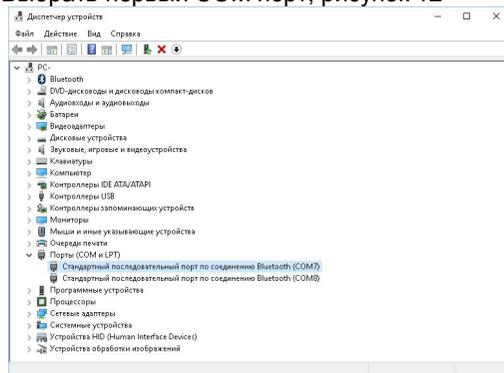
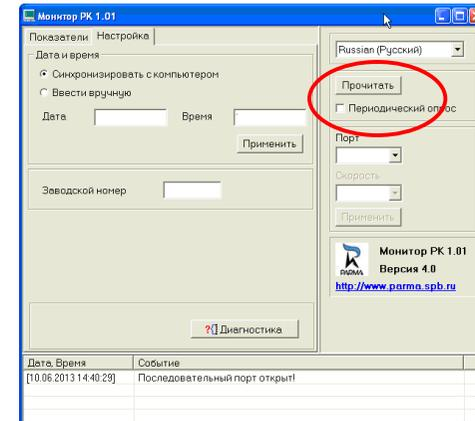

Рисунок 12
Рисунок 13
3.12 Выбрать первый COM порт, рисунок 12
4.2.1 Для идентификации регистратора необходимо в ПО «Монитор РК1.01» выбрать из выпадающего списка (рисунок 13) номер COM порта, назначенный ОС вашего ПК (рисунок 12) и, нажать кнопку «Прочитать».